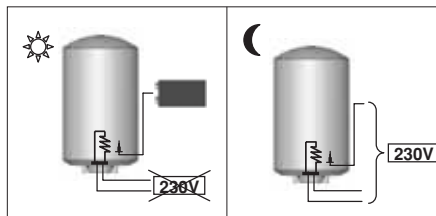

Figure 13 - PROfessional TECH alimentation de nuit + batteries
① Alimentation de nuit + batteries
- > Résistance Alimentation de nuit (exclusif ou bi horaire) (Figure 13).